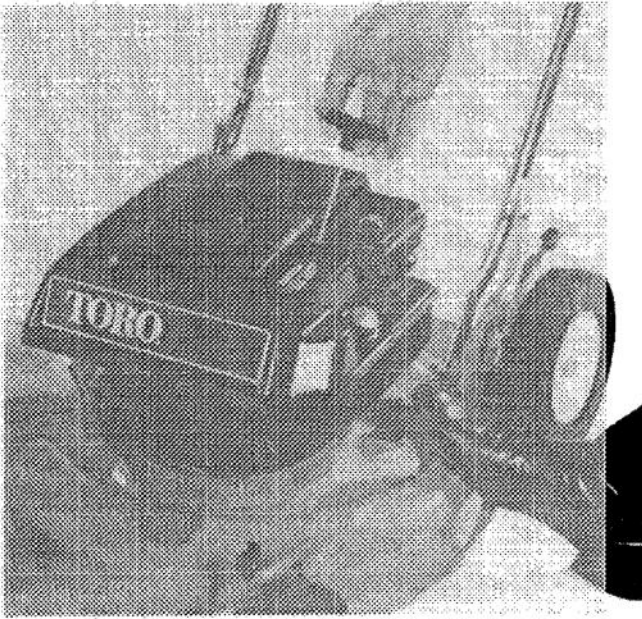

Figure 13
3. Posez un pied sur le pose-pied sur le côté gauche du carter de la tondeuse et écartez votre autre pied du dessous du carter. Tirez le câble du démarreur jusqu'à ce que vous sentiez un engagement du mécanisme (Fig. 13); puis tirez vigoureusement pour lancer le moteur.